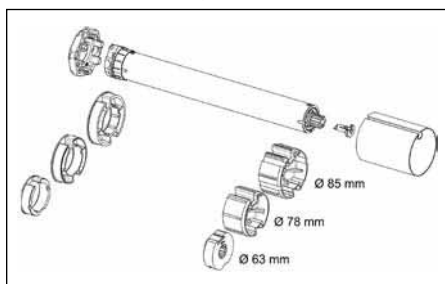

Figure 1: exemples de différentes tailles d'axe
1. Déterminez la taille de la bague d'appui et de l'accouplement en fonction de la taille de l'axe (figure 1).